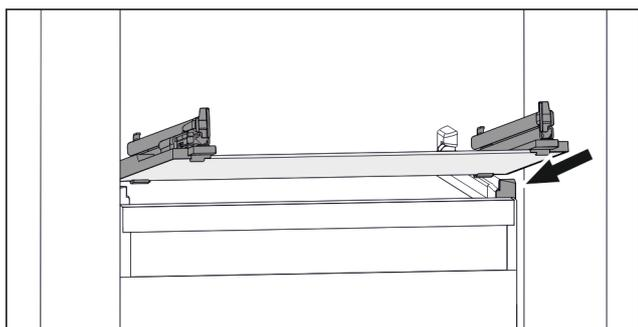

Fig. 51 Primjerni prikaz staklene ploče
- ▶ Stavite ladicu ukoso iza zaustavljača. (pogledajte Fig. 51)